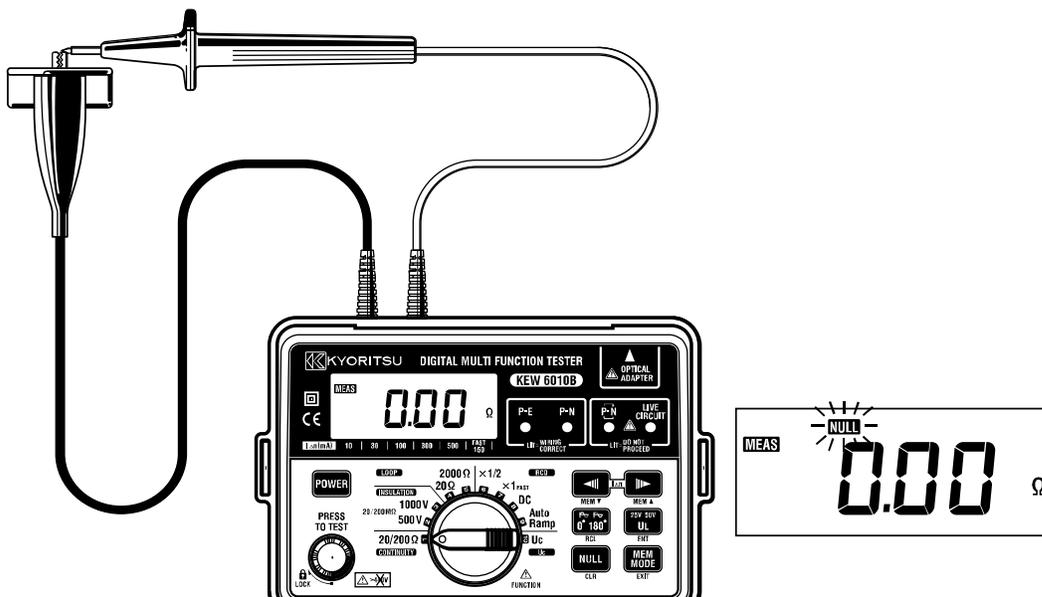

Fig. 2
2. Court-circuitez les pointes de touche des cordons (cfr Fig 2), appuyez sur le bouton de test et verrouillez-le. La valeur de résistance des cordons s'affichera.